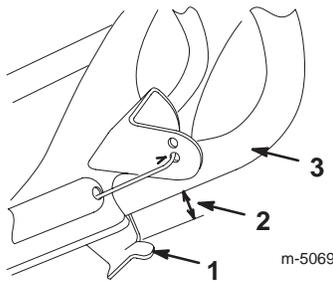
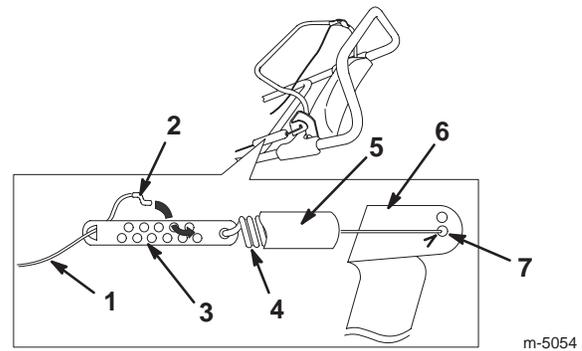

Figure 9
Figure 10
3. Vérifiez que l'écart entre le support de la barre de commande et le mancheron est compris entre 3 et 6 mm, comme indiqué dans la Figure 9.
1. Débranchez le ressort du trou central du support de la barre de commande, comme indiqué à la Figure 10.
3. Débranchez le raccord en Z du dispositif de réglage (Fig. 10) et replacez-le dans un autre trou du dispositif de réglage de manière à obtenir l'écartement voulu de 3 à 6 mm entre le support de la barre de commande et le mancheron (Fig. 9).
5. Accrochez l'extrémité du ressort dans le trou central du support de la barre de commande, comme indiqué dans la Figure 10.
**Remarque :** La courroie d'entraînement s'use et se détend avec le temps. Une courroie mal tendue peut glisser et réduire les performances de la machine si elle est très chargée. La courroie peut glisser après deux à trois saisons de service normal (10 à 15 heures). Si la courroie d'entraînement glisse (elle émet un grincement continu) quand la machine est très chargée, augmentez la tension en déplaçant le raccord en Z dans l'autre trou du support de la barre de commande, comme indiqué dans la Figure 10. L'écartement entre le support de la barre de commande et le mancheron doit être compris entre 3 et 6 mm.